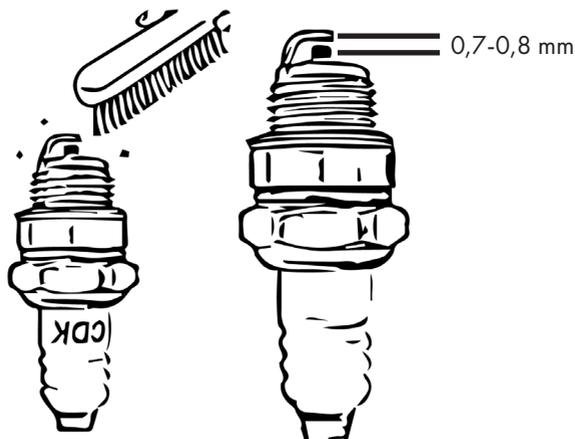

Figure 17
- Enlevez les dépôts sur la bougie d'allumage. Voir figure 17.
- Réglez l'écartement des électrodes avec une valeur de consigne de 0,7 à 0,8 mm. Voir figure 17.